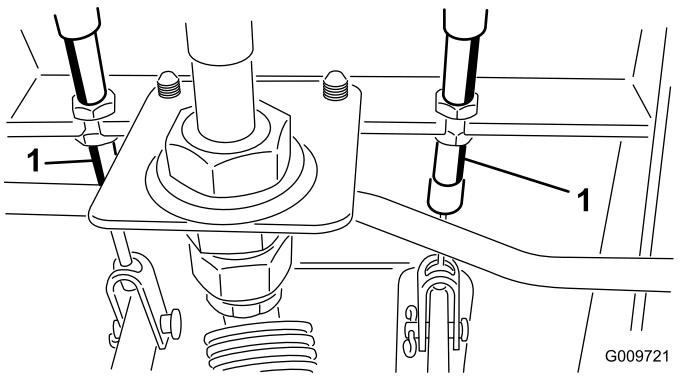

Figura 99
- A. Allentate il dado anteriore sull'estremità filettata del cavo del freno (Figura 99).